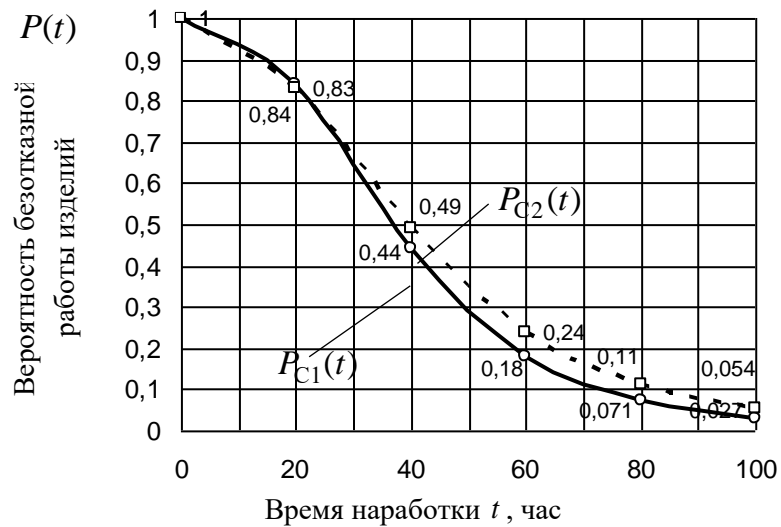

Рис. 4. Зависимости интенсивность отказа изделий от времени наработки
1. Определяем вероятность безотказной работы каждого изделия в интервале наработки до $t=100$ час через равные интервалы времени. В нашем примере целесообразно выбрать пять интервалов равных $t_i=20$ час каждый. Результаты расчетов записываем в табл. 1 и строим по ним график зависимости вероятности безотказной работы систем от времени наработки $P_C = f(t)$ (рис. 4). Следует помнить, что при увеличении числа интервалов повышается точность построения графика.
Выводы: Как видно из графиков (рис. 4) при наработке до $t=50$ час вероятность безотказной работы обоих изделий практически одинакова $P_{C1}(t) \approx P_{C2}(t)$. При увеличении времени наработки в диапазоне $t=50...100$ час вероятность безотказной работы второго изделия $P_{C2}(t)$ больше в 1,11...2,0 раза.